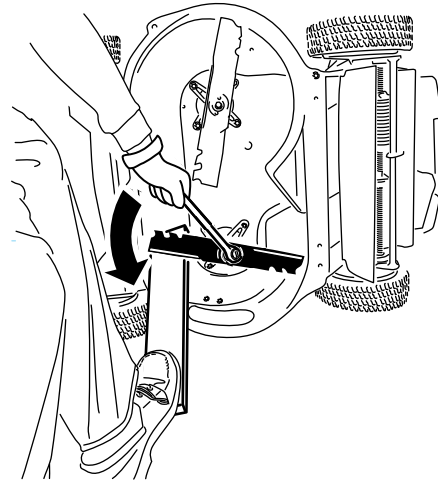

Figura 36
1. Utilice un bloque de madera para inmovilizar cada cuchilla y gire el perno de la cuchilla en el sentido contrario a las agujas del reloj, como se muestra en la Figura 36.